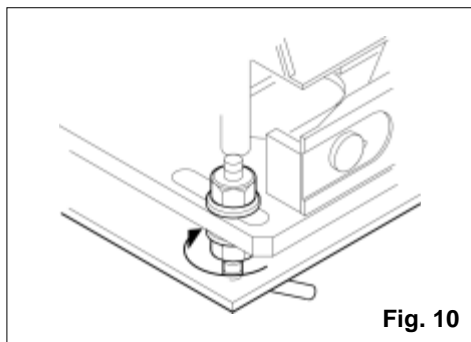

Fig. 10
- 11) Per ottenere il corretto gioco tra il pignone e la cremagliera abbassare il motoriduttore di 1,5 mm agendo sui dadi di supporto della piastra di fondazione (fig.10).